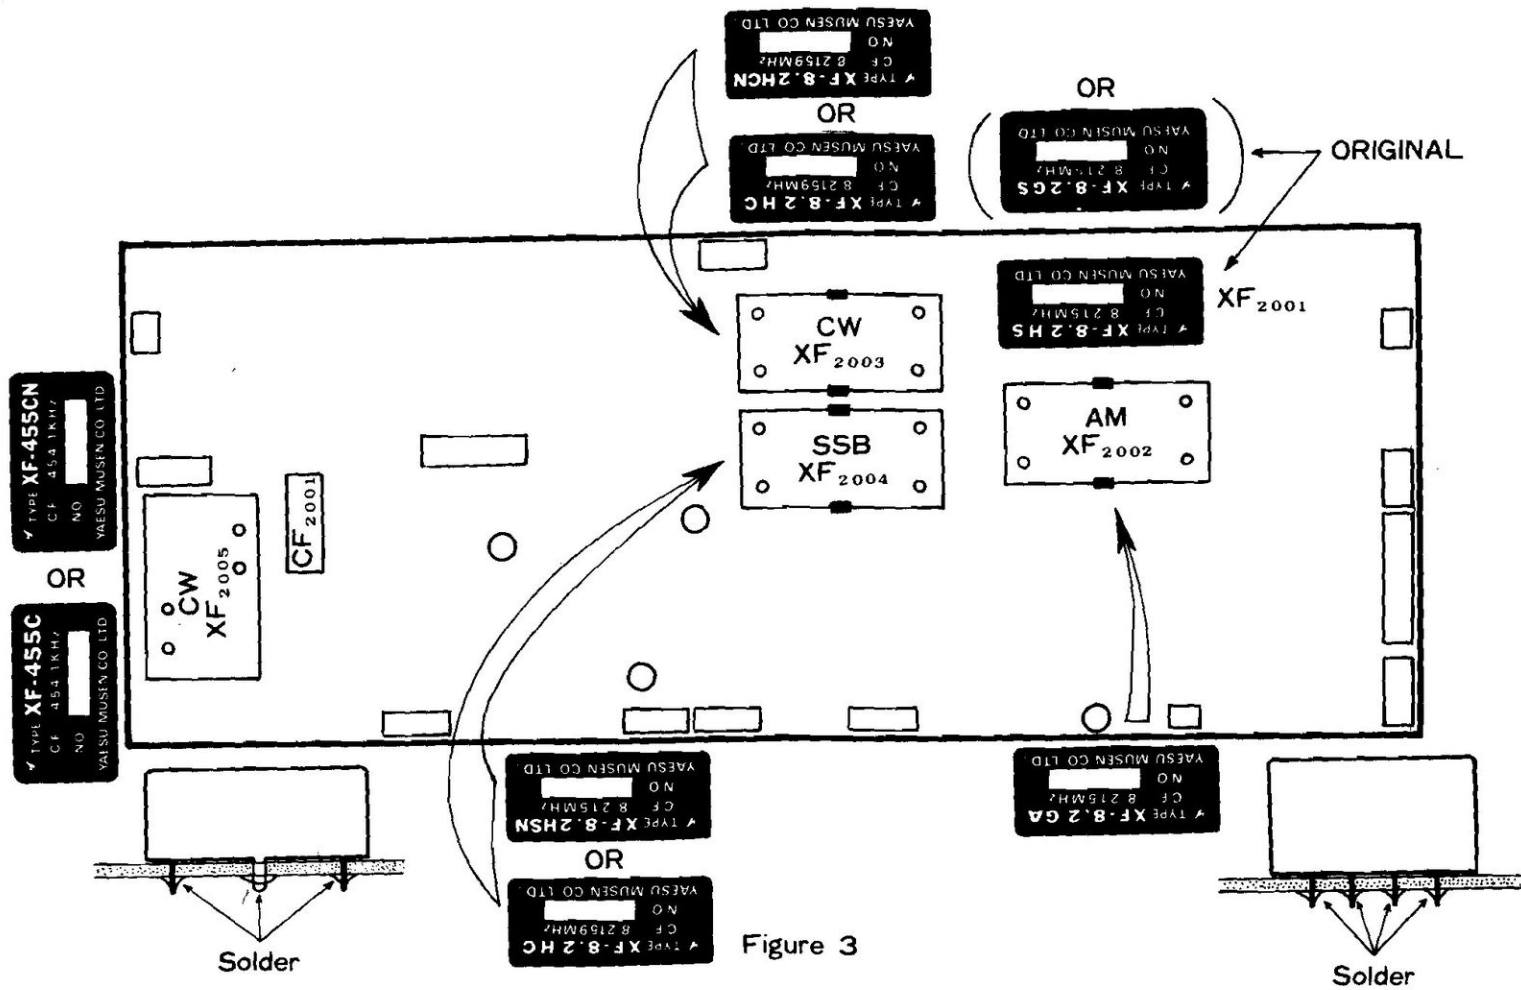

Figure 3
4. Riferirsi alla Fig. 3; installare un filtro per volta e saldare le connessioni. Assicurarsi che i filtri abbiano posizionate le targhette come illustrato.